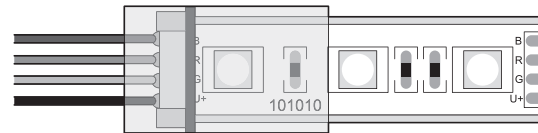

Bild 7
5. Silikon-Kappe über die Verbindungsstelle schieben (Bild 7).